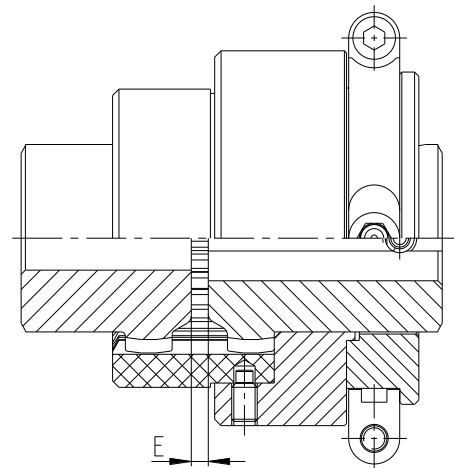

Bild 15: Kupplungseinbau
- Verschieben Sie die Aggregate in axialer Richtung, bis das E-Maß erreicht ist (siehe Bild 15).